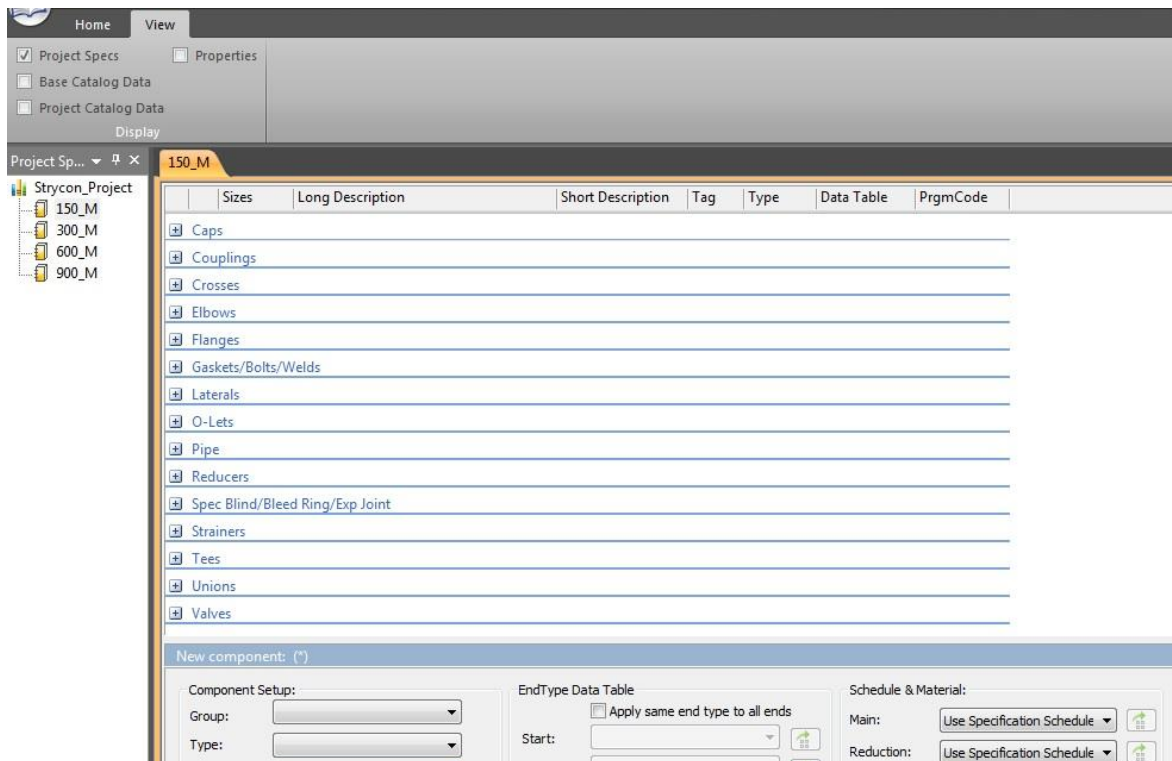

Figura 20. Cuadro de diálogo
Aplicar "Open", abra la especificación y se ve un cuadro de diálogo como la figura 20:
- En la figura 20 después de abrir la especificación “150_M”, se puede ver lo siguiente: